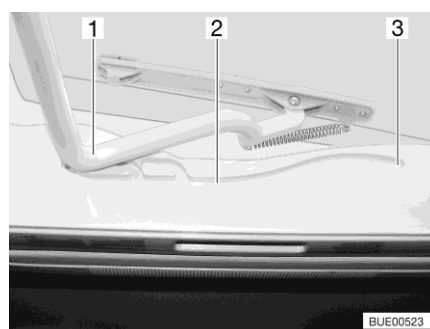

Fig. 95 Glissière (lanterneau Heki)
- Tirer l'étrier (Fig. 95,1) dans les glissières (Fig. 95,2) jusqu'à la position la plus reculée (Fig. 95,3).
- Pousser l'étrier (Fig. 95,1) légèrement vers le haut avec les deux mains.
- Tirer l'étrier dans les glissières (Fig. 95,2) jusqu'à la position souhaitée.